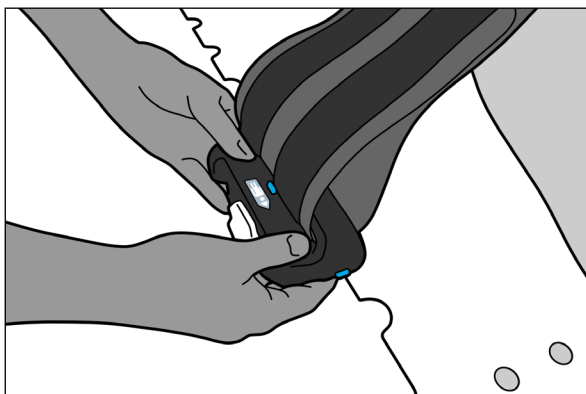

Abb. 10
7. Bringen Sie die andere Klemme an der gegenüberliegenden Kante der Vorrichtung an und verriegeln Sie sie (Abb. 10).